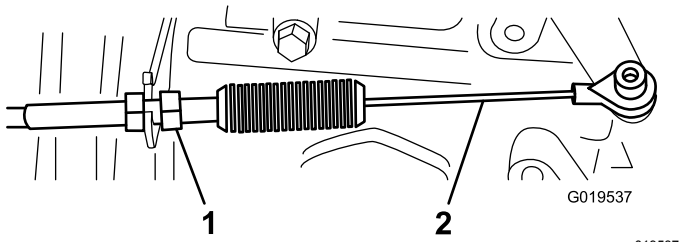
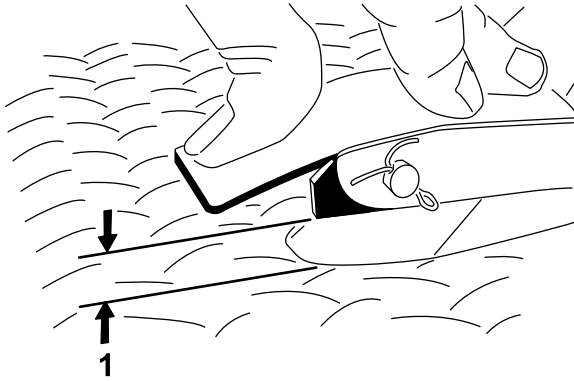

図 66
図 67
2. アクセルペダルの中央部を 11.3 kg の力で踏んだときに、ペダルと床のすきまが 2.54-6.35 mm となるようにアクセルケーブル **図 66** のボールジョイントを調整する **図 67**。
3. ロックナットを締めつける **図 66**。